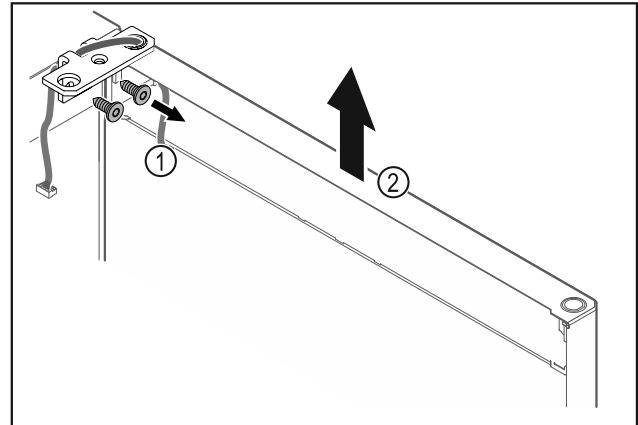

Fig. 16
- Dévisser l'équerre de la charnière Fig. 16 (1).
- Soulever la porte (équerre de charnière incluse) Fig. 16 (2) d'environ 200 mm (7.87 in) et la retirer.